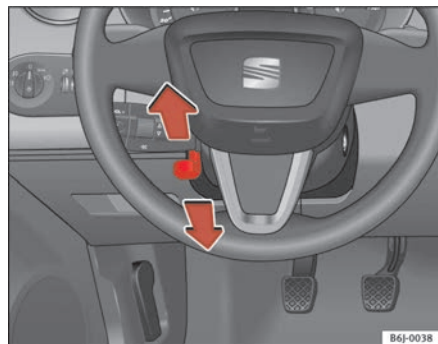

Fig. 92 Regulação da altura do volante
- Puxe para baixo a alavanca ⇒ **fig. 92** situada por baixo da coluna da direcção ⇒
- Ajuste o volante até atingir a posição pretendida ⇒ **fig. 92**.
- Ajuste o banco do condutor ou o volante, de modo a que a distância entre o volante e o tórax seja de pelo menos 25 cm ⇒ **fig. 92**. Se não se respeitar a distância mínima, o sistema de airbag não pode exercer a sua função de protecção – perigo de morte!